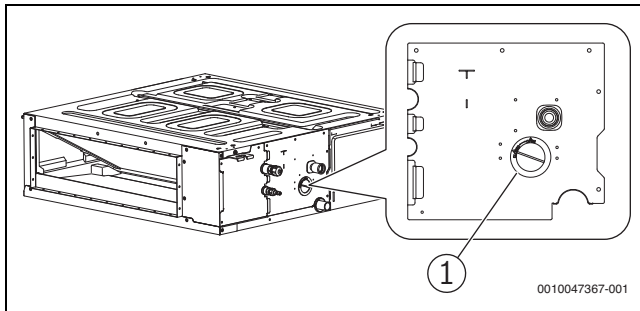

fig. 236
- Hapni kapakun e ujit të provës (→ Fig. 236) në trupin e pajisjes duhet të zhvendoset gjatë provës së shkarkimit për të kontrolluar nëse pompa e shkarkimit është e ndezur dhe nëse ka ndonjë problem me pompën e shkarkimit.